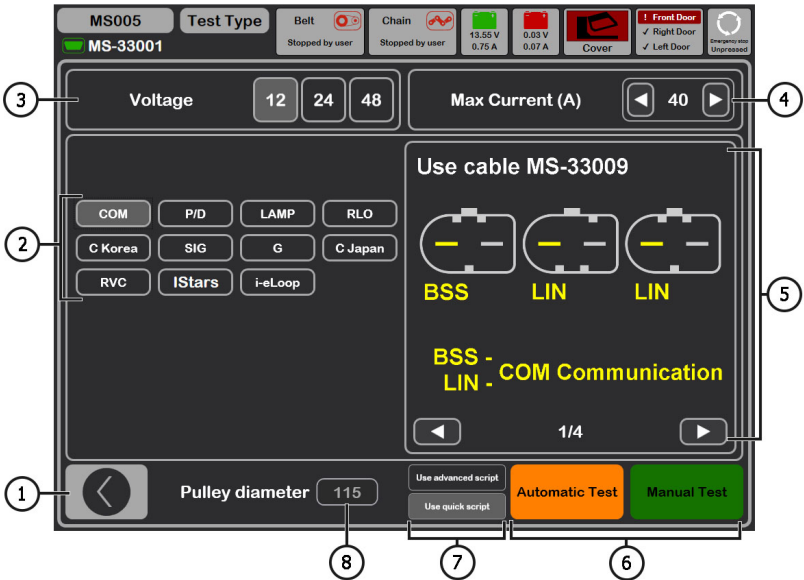

图 22. 被检测交流发电机类型选择菜单
启用交流发电机检测模式后，将打开**被检测交流发电机类型选择菜单**（见图 22），其中包含：
- 7 – 调节交流发电机负载，数值以图 22 中位置 4 所设定值的百分比表示。
- “Pulley RPM” – 交流发电机皮带轮转速；若在图 22 中位置 8 未设置皮带轮直径，则显示驱动转速值。